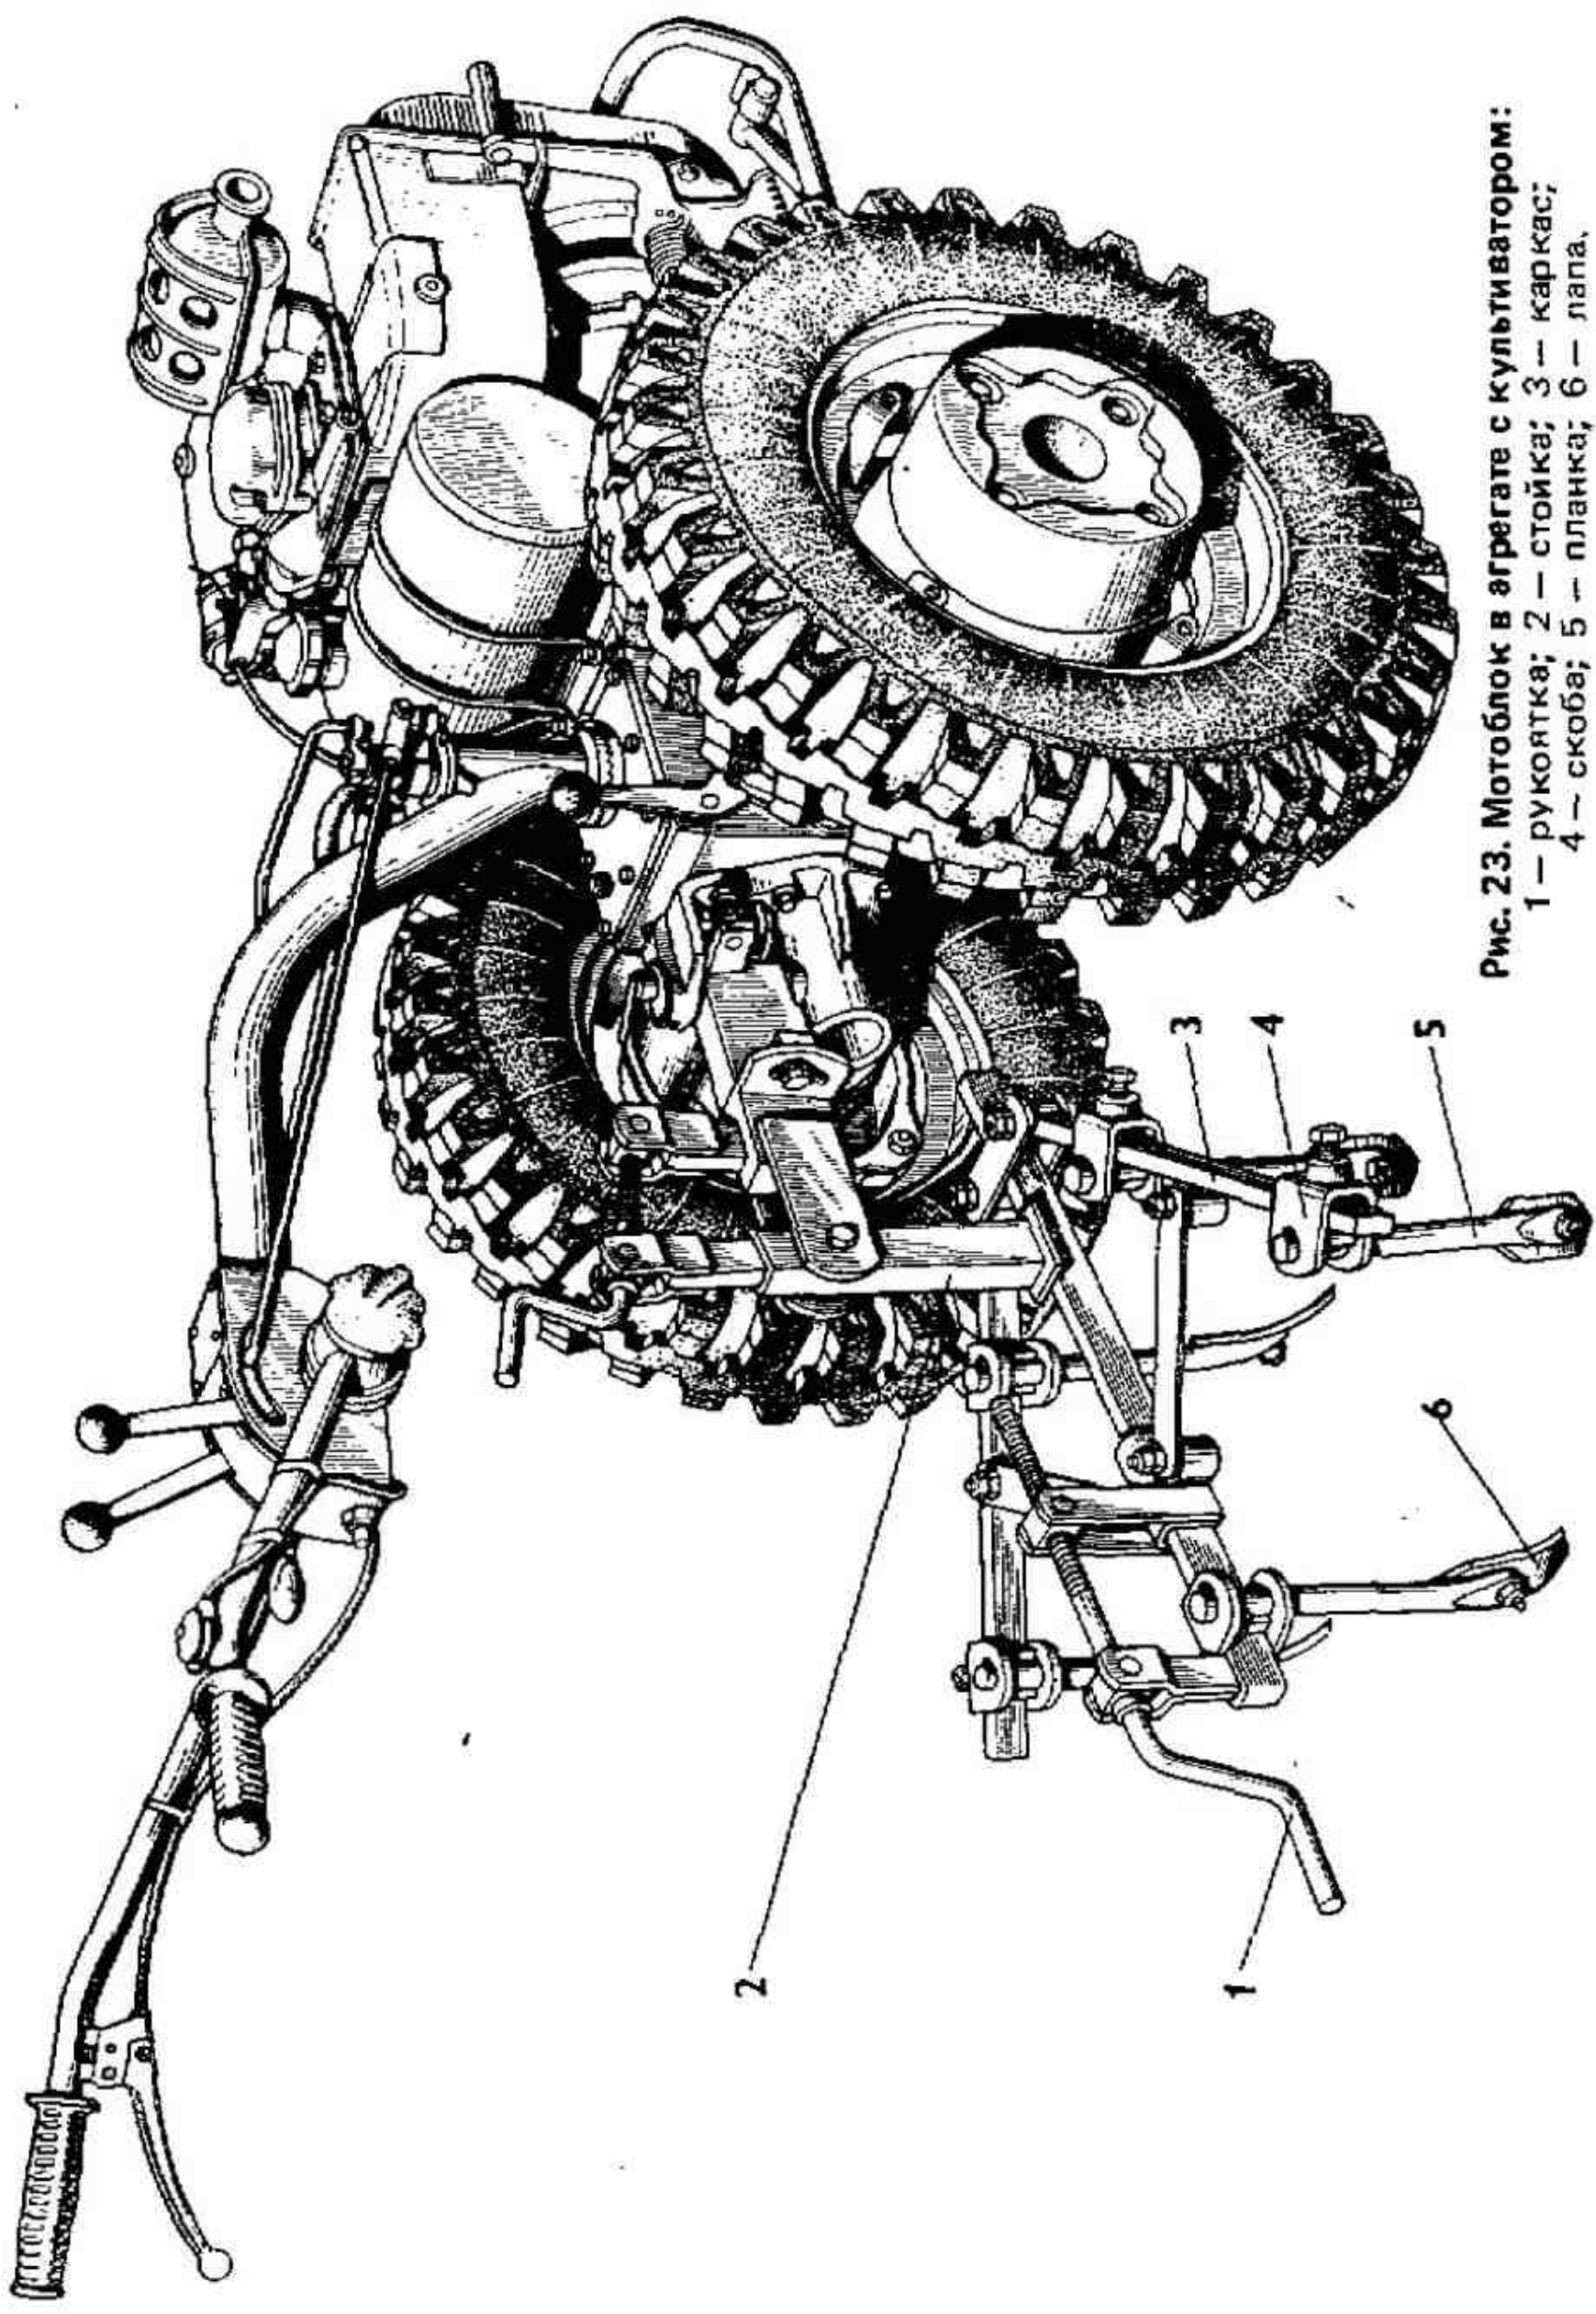

Рис. 23. Мотоблок в агрегате с культиватором:
7.5.1. Присоедините к мотоблоку культиватор (рис. 23).